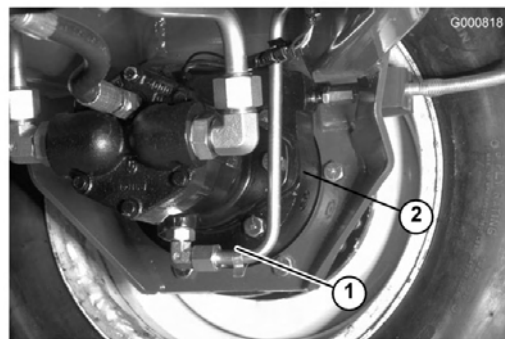

Figure 65
2. Retirez le bouchon du train planétaire (Figure 64) et le bouchon de contrôle à l'arrière du frein (Figure 65).